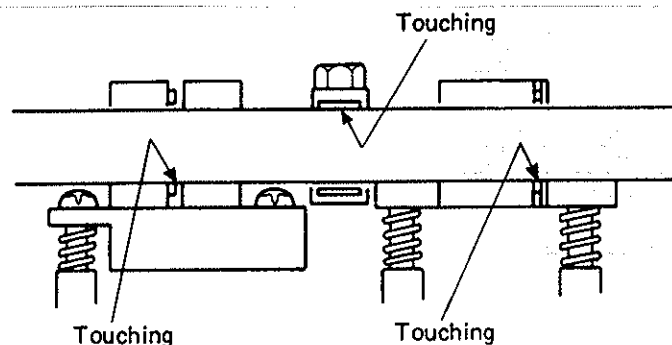

Fig. 2-6
23. Run mirror tape TEAC MXT-902 in play and stop alternately to check that tape flushes with (and does not rub on) the following: tape guide lower edge of the erase and the rec/repro head, and the upper edge of the tape guide between the heads (Fig.2-6).
- 23) ミラー・テープ TEAC MXT-902を走行させ、Fig. 2-6の様にテープが消去ヘッド及び録・再ヘッドのテープ・ガイド下側、テープ・ガイド上側に当たり、かつテープのカールが無いことをストップ、プレイを繰り返し確認する。